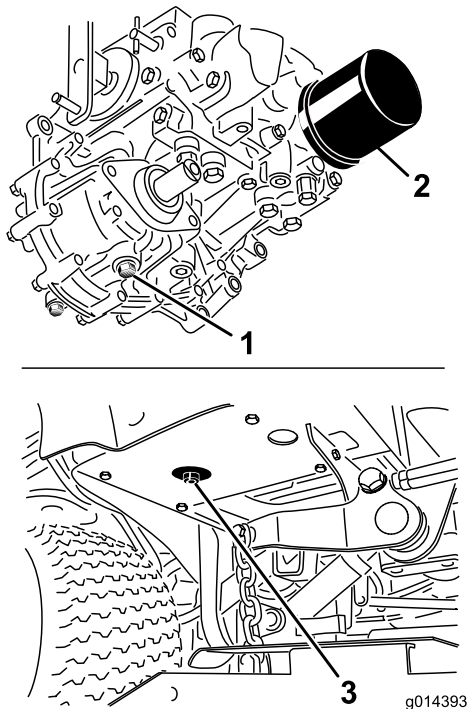

Figura 52
3. Coloque un recipiente grande debajo del depósito de aceite hidráulico y el alojamiento de la transmisión y retire los tapones; deje que se vacíe todo el aceite hidráulico (Figura 52).
4. Limpie la zona alrededor del filtro de fluido hidráulico y retire el filtro (Figura 52).